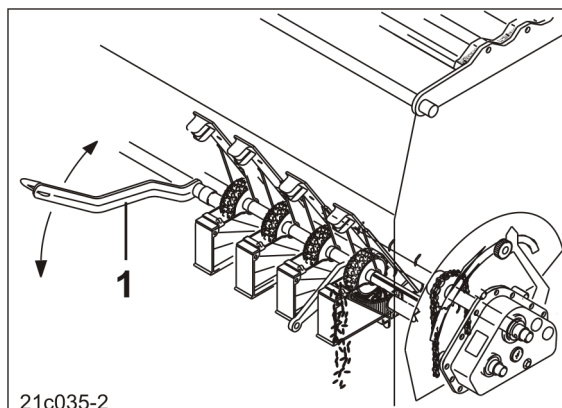

Fig. 150
4. Still gulvlukespaken (Fig. 150/1) valgfritt inn på en posisjon mellom 1 og 4.